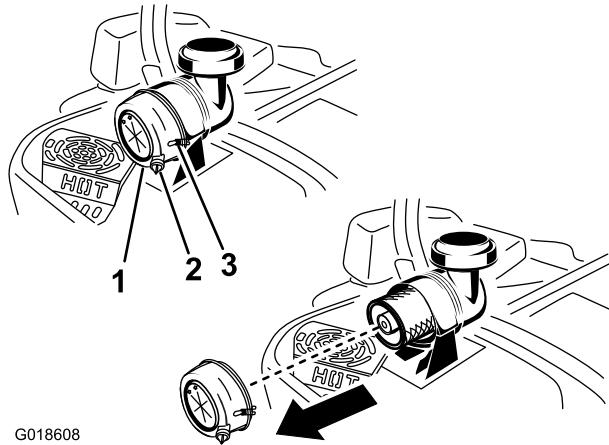

Figure 15
1. Ouvrez les 2 verrous qui maintiennent le couvercle du filtre à air sur le boîtier du filtre à air (Figure 15).
2. Fermez les verrous (Figure 15).